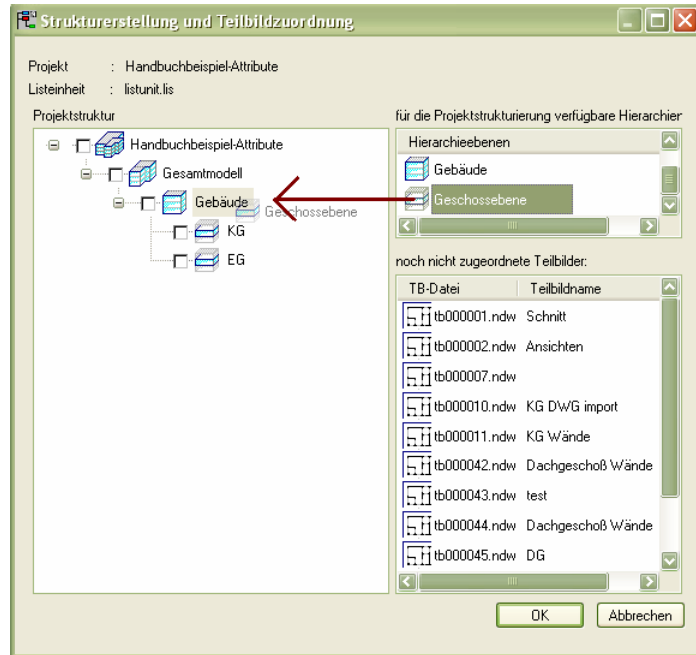

Abb. 9: Definieren einer Projektstruktur mit vorgegebenen Hierarchieebenen
- 3 Erzeugen Sie für das Projekt eine Struktur mit den drei vorgegebenen Hierarchieebenen **Bauwerk**, **Gebäude** und **Geschossebene** (siehe Abbildung 9). Klicken Sie dazu im Dialogfeld rechts oben auf eine der Hierarchieebenen, und ziehen Sie diese mit gedrückter Maustaste in das Fenster **Projektstruktur**.